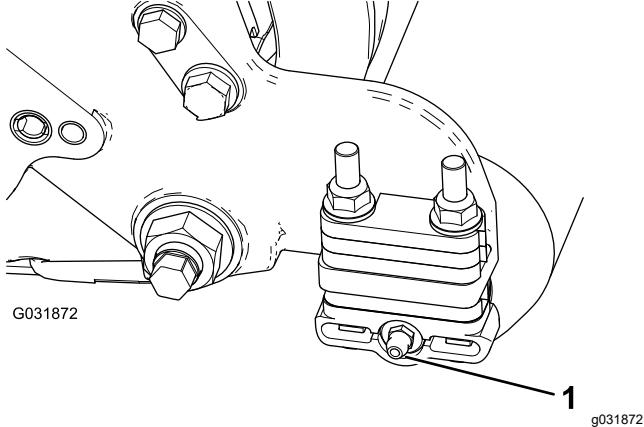

Figure 7
- Déposez le graisseur du rouleau sur le côté de l'unité de coupe sur lequel est fixé le carter de brosse (Figure 7).